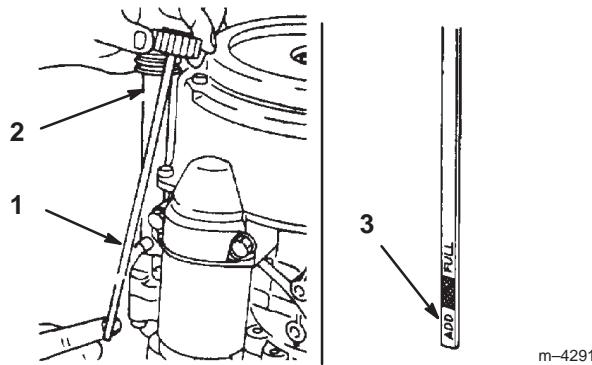

Bild 38
- Reinigen Sie den Bereich um den Ölpeilstab herum (Bild 38), damit kein Schmutz in den Einfüllstutzen gelangen und so den Motor beschädigen kann.
- Schrauben Sie den Ölpeilstab los und wischen das Ende ab (Bild 38).
- Schieben Sie den Ölpeilstab vollständig in den Einfüllstutzen (nicht in den Einfüllstutzen einschrauben) (Bild 38). Ziehen Sie den Peilstab wieder heraus und prüfen Sie das Stabende. Gießen Sie, wenn der Ölstand zu niedrig ist, nur so viel Öl langsam in den Einfüllstutzen, dass der Ölstand die Voll-Marke erreicht.
6. Gießen Sie ca. 80 % der angegebenen Ölmenge langsam in den Einfüllstutzen (Bild 38). Siehe „Warten des Motoröls“ auf Seite 34.